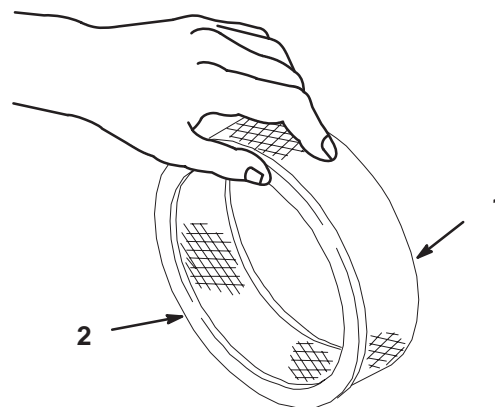

Abbildung 19
- Den Einsatz leicht auf eine flache Oberfläche klopfen, um Staub und Schmutz zu beseitigen (Abb. 19).